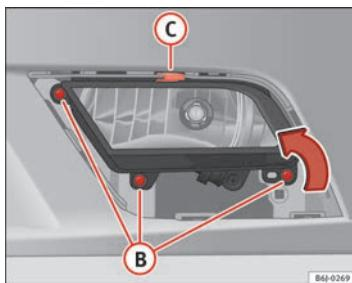

Fig. 159 Faro antiniebla
- Retire los tornillos (3x) →fig. 159 B para extraer el faro anti-niebla.
- Retire la grapa metálica situada en la parte superior del faro antiniebla tirando hacia el exterior del vehículo →fig. 159 C. ■